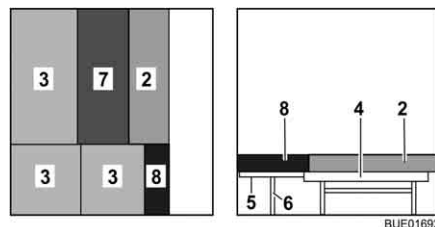

Bild 112 Nach dem Umbau
- Das Zusatzpolster (Bild 112,8) auf die Bettkasten-Verlängerung (Bild 112,5) legen.
- Das Zusatzpolster (Bild 112,7) auf den Tisch (Bild 112,4) legen.
- Das Rückenpolster (Bild 112,2) vor das Zusatzpolster (Bild 112,7) auf den Tisch legen.